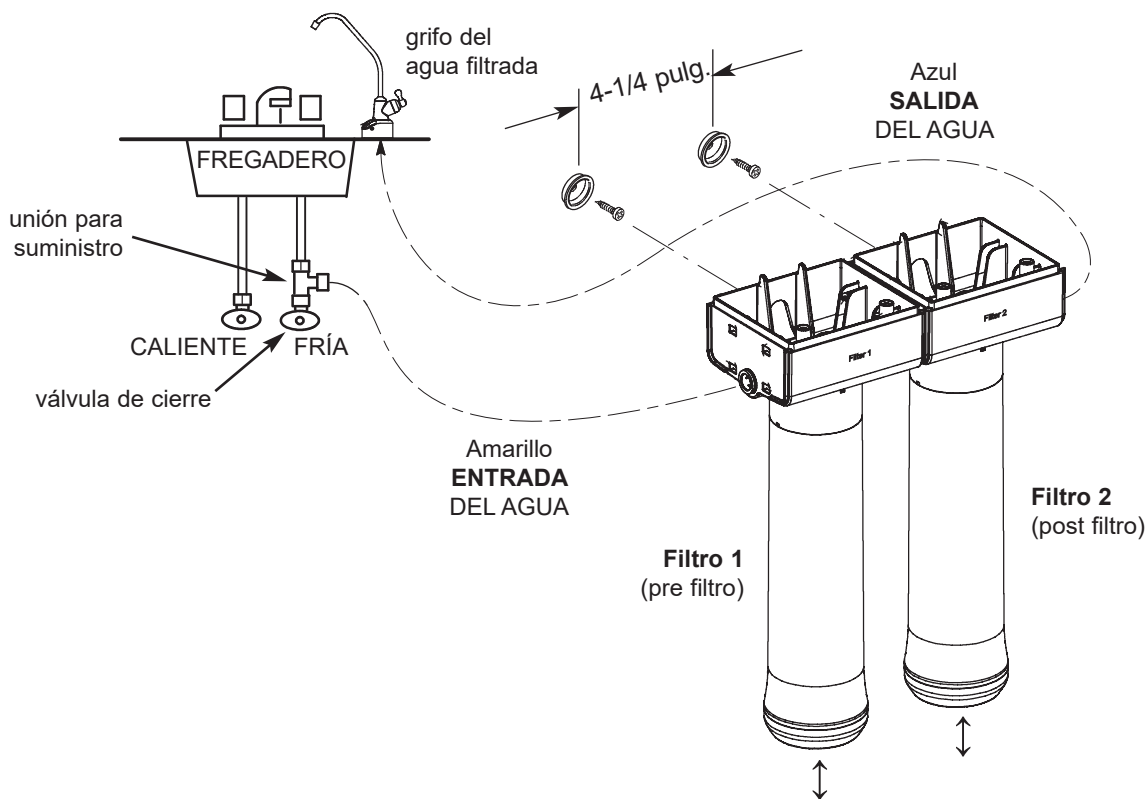

Fig. 1
1. Mida dejando un pequeño huelgo y corte una porción del tubo de 3/8 pulg. a fin de conectarlo entre la unión para suministro y la entrada del sistema de filtrado (Fig. 1). Corte los extremos del tubo en ángulo recto.
3. Repita los pasos 1 y 2 para conectar el tubo del grifo a la salida del sistema de filtrado (Fig. 1).